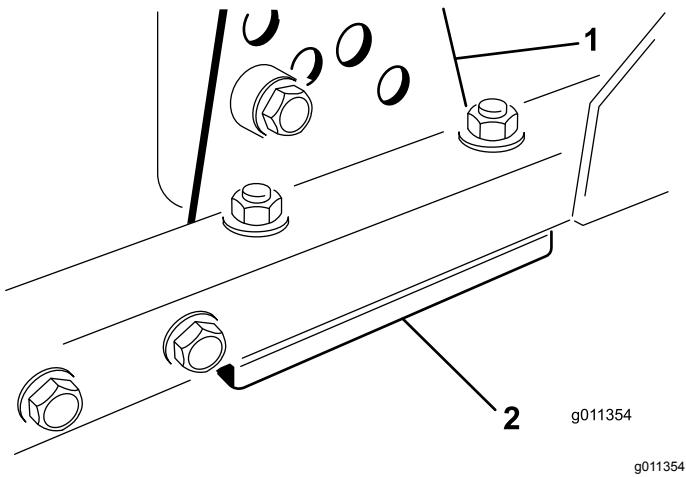

Figure 75
1. Retirez le support de hauteur de coupe (avant, gauche ou droit) du cadre du plateau de coupe (Figure 75).
2. Placez des cales de 1,5 mm et/ou des cales de 0,7 mm entre le cadre et le support du plateau pour obtenir la hauteur de coupe voulue (Figure 75).